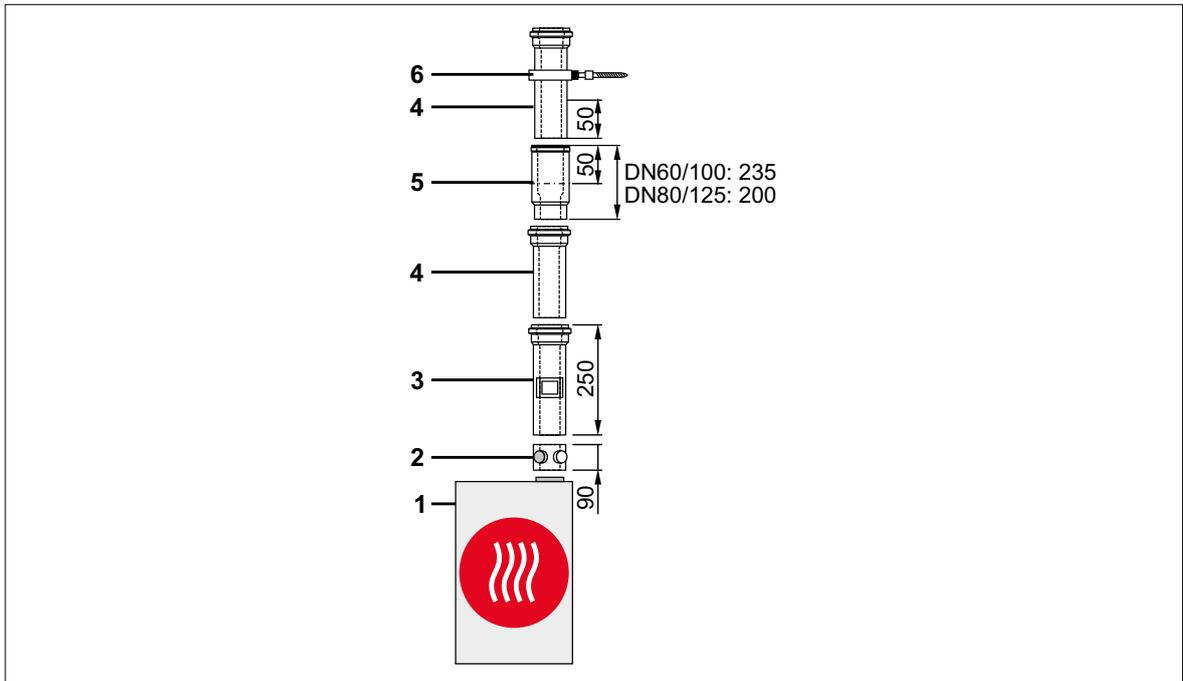

Abb. 5.13 Beispiel Luft-/Abgasführung
- ▶ Geräteanschluss mit Abgas-Messöffnung (2) (Abb. 5.13 Beispiel Luft-/Abgasführung) grundsätzlich am Anschluss des Wärmeerzeugers (1) montieren.
- ▶ Trennvorrichtung (5) (Abb. 5.13 Beispiel Luft-/Abgasführung) bis zum Anschlag in die vorhergehende Muffe (4) schieben.
- ▶ Nachfolgendes Luft-/Abgasrohr (4) **50 mm** in die Muffe der Trennvorrichtung (5) schieben.
- ▶ Luft-/Abgasrohr (4) in dieser Position unbedingt fixieren, z. B. mit Abstandschelle (6) oder luftseitig mit Sicherungsschraube.